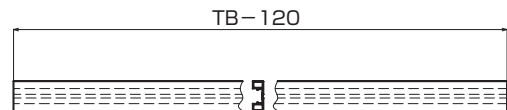

図 2-1-3
(3)中棧サポートプロファイル(㉕または㉖)を(TB-120)mmで切断し(図 2-1-3)、両端から17.5mmずつ、その間に最大250mm間隔で、径5.5の穴を開けてください。